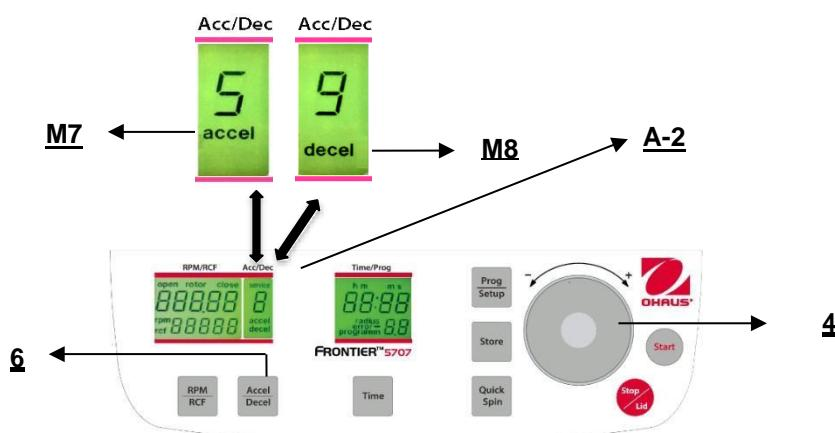

Figura. 18
Esta función se activa con el botón "**Accel/Decel**" (6) (vea la Figura 18).